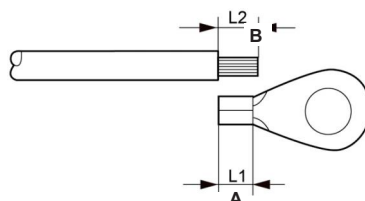

Figura 3.9 Terminal do condutor de aterramento externo
3. Desencape o isolamento do cabo de aterramento no comprimento adequado (veja Figura 3.9).